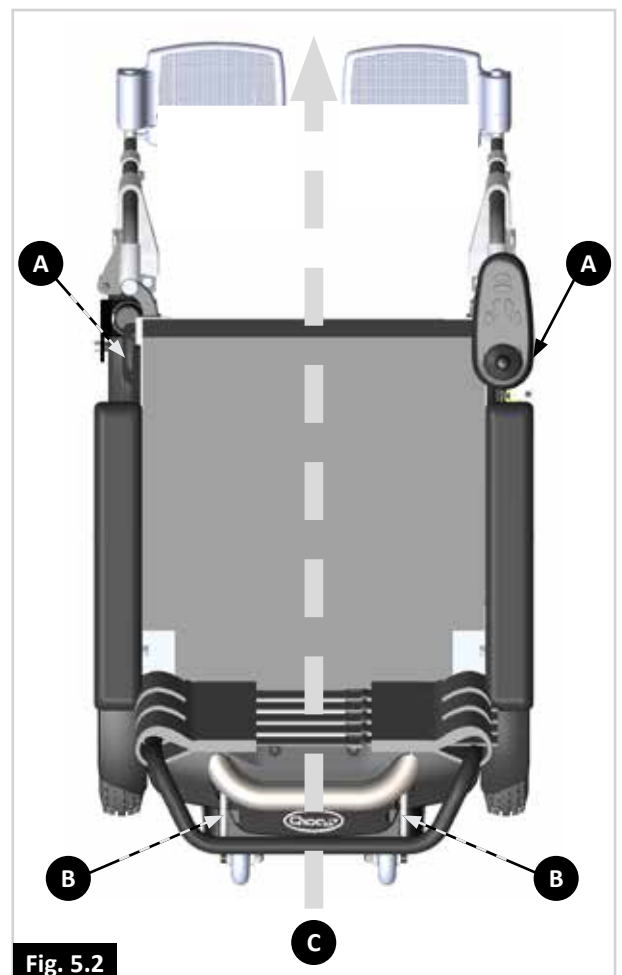

Fig. 5.2
- Mit einem 4-Punkt-Rückhaltesystem (2 vorne, 2 hinten, Fig. 5.2) gesichert, das mit folgenden Normen konform ist:
- Der Rollstuhl kann nur mit den Verankerungspunkten am Rahmen des Rollstuhls gesichert werden (Fig. 5.2 - 5.8).